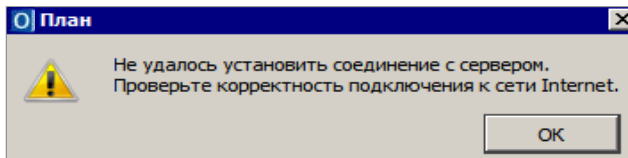

Рис. 15.13
**На заметку** Если на текущий момент работы отсутствует соединение с сервером, то об этом появится сообщение (рис. 15.13).